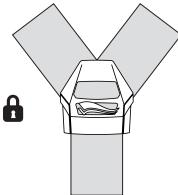

fig. 3b
- Refermez l'attache lanières (fig. 3b)